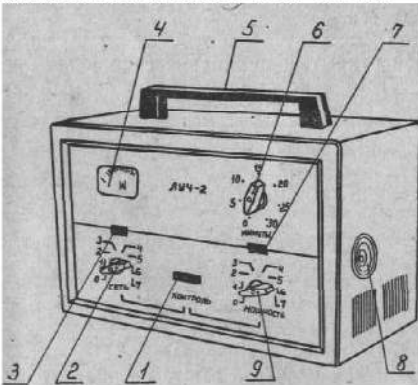

Рис. 1. Общий вид аппарата ЛУЧ-2:
- а) ручка переключателя (В3) СЕТЬ рис. 1, поз. 2;
- б) ручка переключателя (В5) МОЩНОСТЬ рис. 1, поз. 9;
- в) ручка процедурных часов МИНУТЫ рис. 1, поз. 6;
- г) тумблер (В4) КОНТРОЛЬ рис. 1, поз. 1;
- д) измерительный прибор (ИП) (рис. 1, поз. 4);
- е) лампа сигнальная (Л2) рис. 1, поз. 3, сигнализирующая о включении аппарата в сеть;
- ж) лампа сигнальная (Л1) рис. 1, поз. 7, сигнализирующая о подаче высокого напряжения на магнетронный генератор.
4.2.5. На кожухе закреплены ручка для переноски аппарата (рис. 1, поз. 5) и приборная розетка высокочастотного разъема (рис. 1, поз. 8) для присоединения высокочастотного кабеля.
7. 3. Подсоединить один конец провода защитного заземления к клемме заземления аппарата (на задней стенке), а другой, конец с помощью струбины — к контуру заземления. Подсоединить высокочастотный кабель к розетке на боковой стенке аппарата (рис. 1, поз. 8). При соединении высокочастотного кабеля не допускать вращения кабеля относительно разъема.
7. 5. Тумблер "КОНТРОЛЬ" (рис. 1, поз. 1), переключить в положение СЕТЬ. Поворотом ручки переключателя СЕТЬ (рис. 1, поз. 2) по часовой стрелке включить сетевое напряжение,
при этом должна загореться сигнальная лампа (рис. 1, поз. 3). Ручку переключателя СЕТЬ поворачивать (следа за прибором ИП) до тех пор, пока стрелка прибора ИП (рис. 1, поз. 4) не установится в пределах красного сектора.
7. 6. Ручку процедурных часов (рис. 1, поз. 6) повернуть по часовой стрелке до упора, затем поворотом ее назад установить в положение 3 минуты. Выждав 1—1,5 минуты (время, необходимое для разогрева катода магнетрона), перевести ручку переключателя МОЩНОСТЬ (рис. 1, поз. 8) в положение 1, включив тем самым в схему магнетронного генератора высокое напряжение на магнетрон. При этом должна загореться сигнальная лампа (рис. 1, поз. 7). Стрелка измерительного прибора (ИП) должна отклониться от нулевого положения.
7. 8. По истечении 3 минут, установленных ручкой МИНУТЫ, включается звуковая сигнализация — звенит зуммер (ЗМ), извещающий об окончании процедуры, выключается автоматически высокое напряжение и гаснет лампочка Л1 (рис. 1, поз. 7). Возвратить ручку переключателя МОЩНОСТЬ в положение 0.